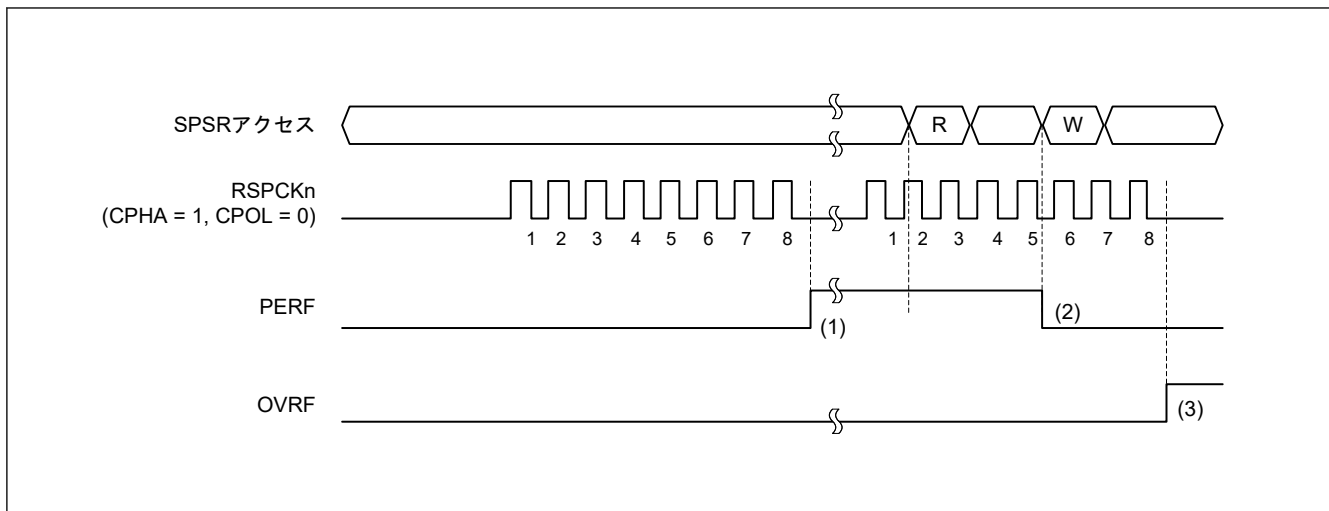

図 28.31 OVRF フラグおよび PERF フラグの動作例
図 28.31 に、OVRF フラグと PERF フラグの動作例を示します。図 28.31 に記載の SPSR アクセスは、SPSR レジスタへのアクセス状況を示しています。W は書き込みサイクル、R は読み出しサイクルを示しています。この例では、SPCR.TXMD ビットが 0、SPCR2.SPPE ビットが 1 の状態で全二重同期式シリアル通信を行います。SPCMD0.CPHA ビットが 1、SPCMD0.CPOL ビットが 0 の設定で、SPI が 8 ビットのシリアル転送を実行しています。RSPCKn 波形の下に記載した数字は、RSPCK サイクル数 (= 転送ビット数) を示しています。
以下に、図 28.31 の (1)~(3) に示したタイミングでのフラグの動作内容を説明します。